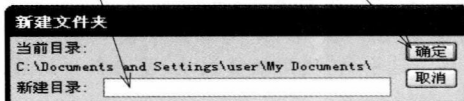

图 1-14 新建文件夹
- ② 在列表框中选择需要的文件夹作为工作目录；或者在当前文件夹中新建一个文件夹作为工作目录，此时需要在对话框中的“组织”下拉列表中选择“新建文件夹”命令，打开如图 1-14 所示的“新建文件夹”对话框。在“新建目录”文本框中输入有效的文件夹名称，单击“确定”按钮。